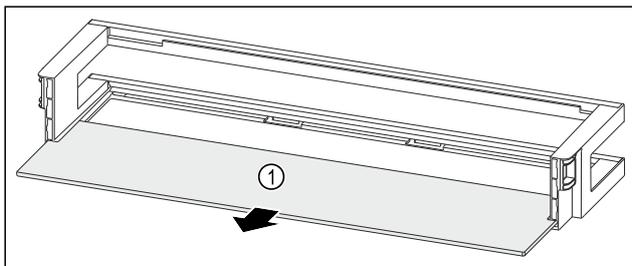

Fig. 48 Дверная полка со съёмной полкой
- ▶ Извлеките съёмную полку Fig. 48 (1).